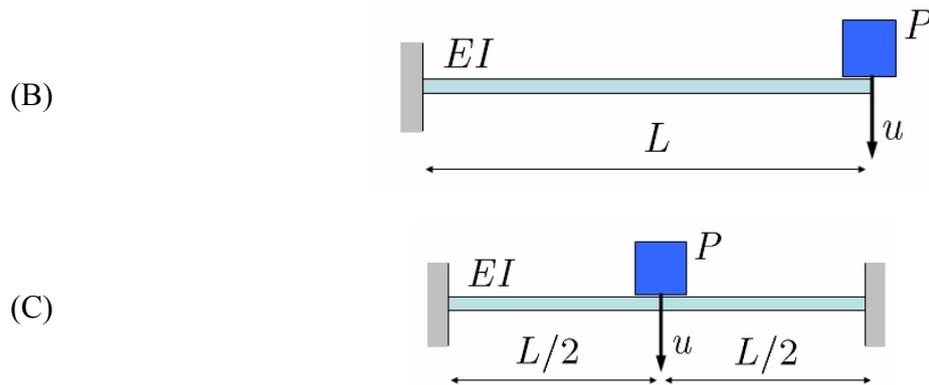

Figure 2 : Vibrations de poutres sans masse avec surcharge.
- I. Le système (B) (cf. Figure 2).
- II. Le système (C) (cf. Figure 2)